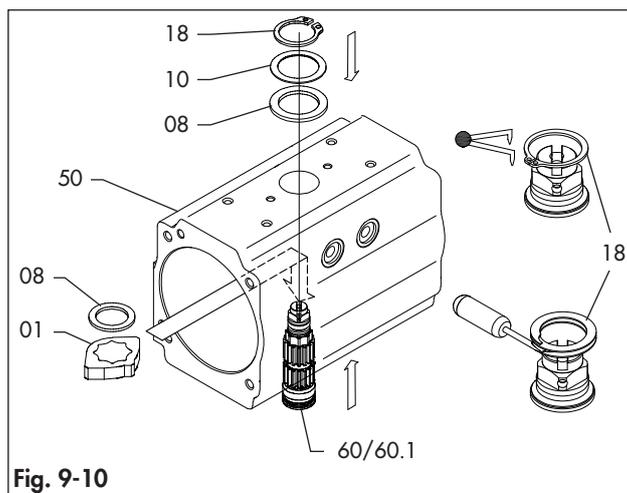
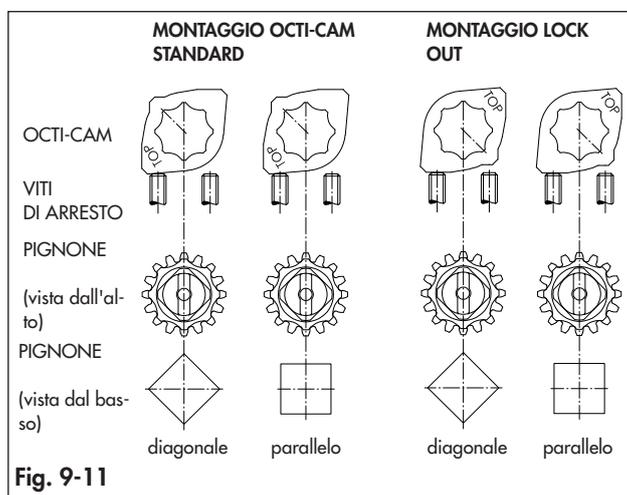

Fig. 9-10
Fig. 9-11
Fare riferimento alle Fig. 9-1, Fig. 9-9, Fig. 9-10 e Fig. 9-11.
- Posizionare l'octi-cam (01) attraverso il corpo (50) sul pignone (60/60.1). Fare riferimento alla Fig. 9-11 per il corretto posizionamento dell'octi-cam (01) a seconda della configurazione del gruppo dell'attuatore.
- Posizionare il reggispira interno (08).
- Inserire completamente il pignone (60/60.1) nel corpo (50).
- Posizionare il reggispira esterno (08) e la rondella reggispira (10).